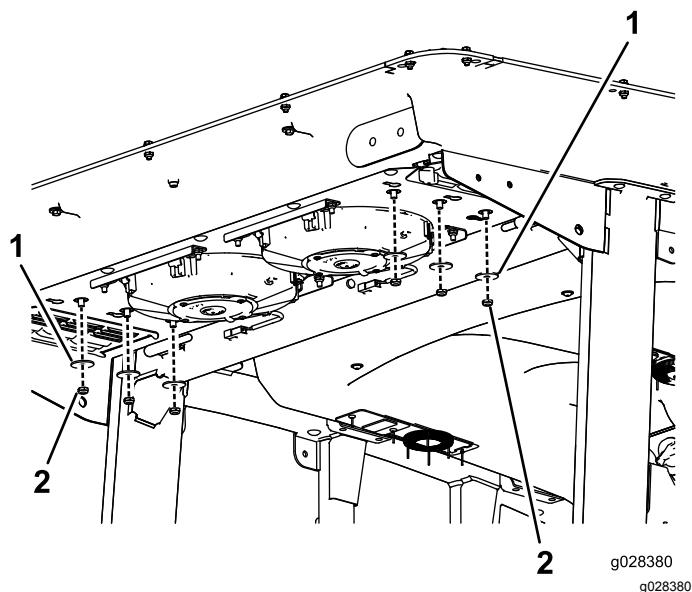

図 136
2. キャブ後部からナットとワッシャをそれぞれ6個を外す 図 136。